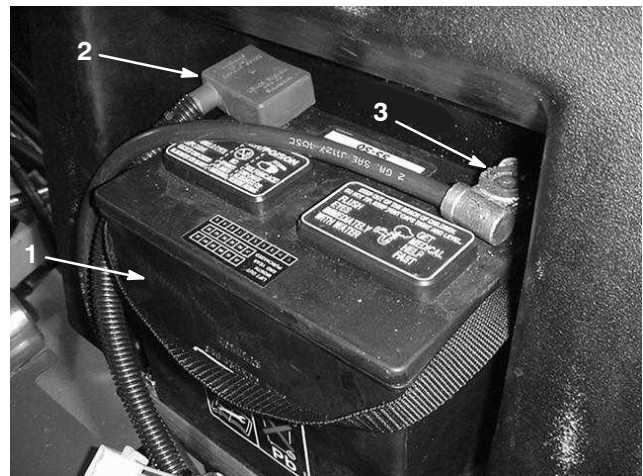

Bild 18
5. Klemmen Sie das Pluskabel (Rot) am Pluspol (+) der Batterie und das Minuskabel (Schwarz) am Minuspol (-) der Batterie an (Bild 18), und befestigen Sie sie mit den Kopfschrauben und Muttern. Ziehen Sie den Gummischuh über den Pluspol, um Kurzschlüssen vorzubeugen.